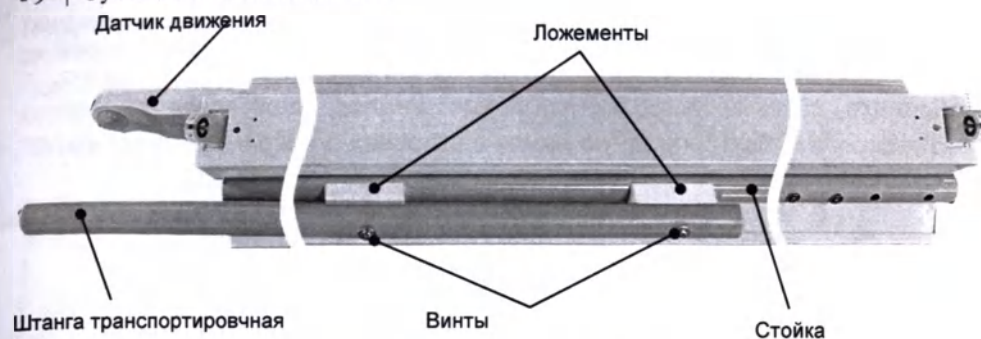

Рис.5 Винты и шайбы фиксации ложементов
- Отсоединить штангу* транспортировочную от стойки, выкрутив два винта (рис.5).